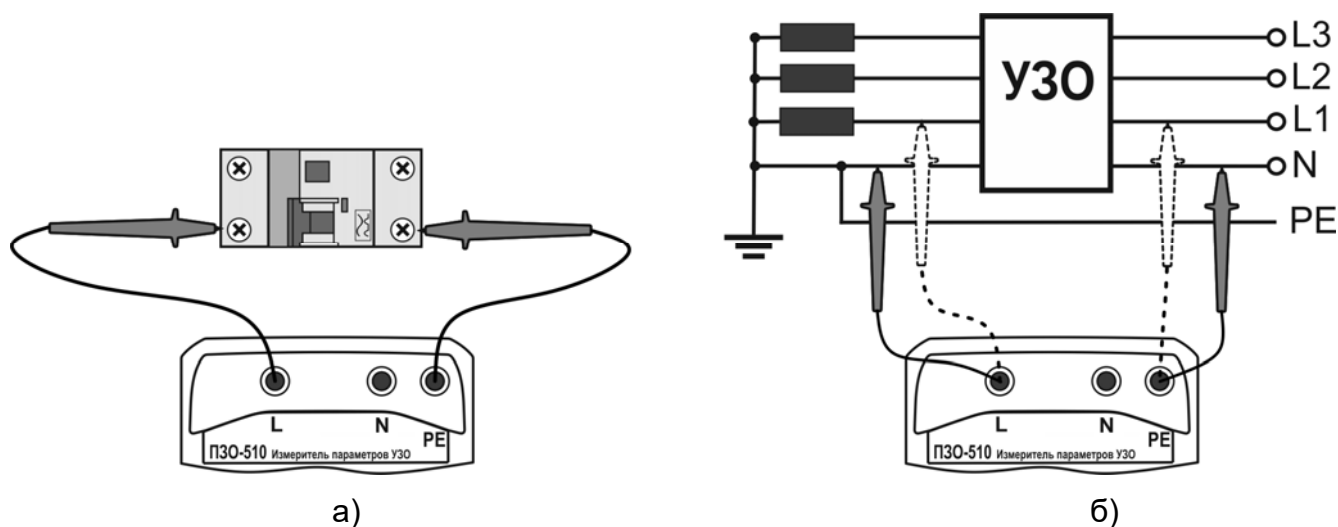

Рисунок 2.9 – Схемы подключения при измерениях параметров УЗО в автономном режиме
*Примечание. Измерения параметров УЗО на однополярном пульсирующем токе с постоянной составляющей 6 мА производятся только в автономном режиме, т.к. только в этом режиме возможно корректно задать постоянное смещение тока. Измерения параметров УЗО типа В на сглаженном постоянном токе производятся также только в автономном режиме. Пример подключения смотрите в п.2.4.2, рисунок 2.9.*